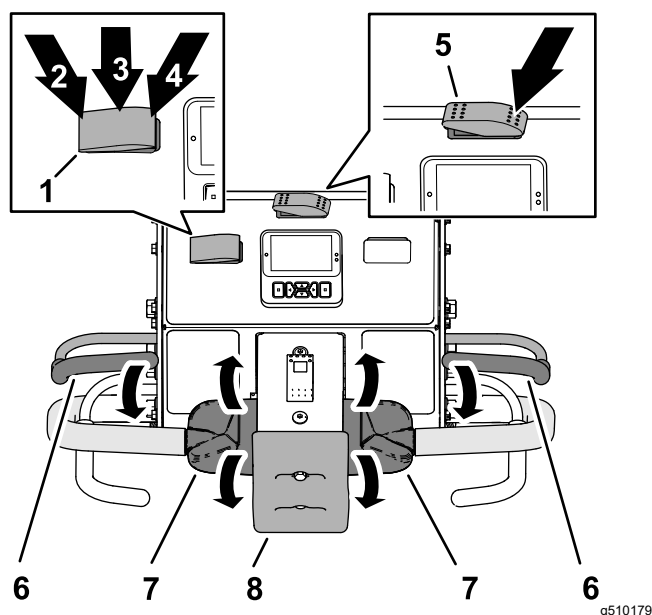

Figura 74
- Coloque o interruptor de transporte/arejamento na posição TRANSPORTE (Figura 74).